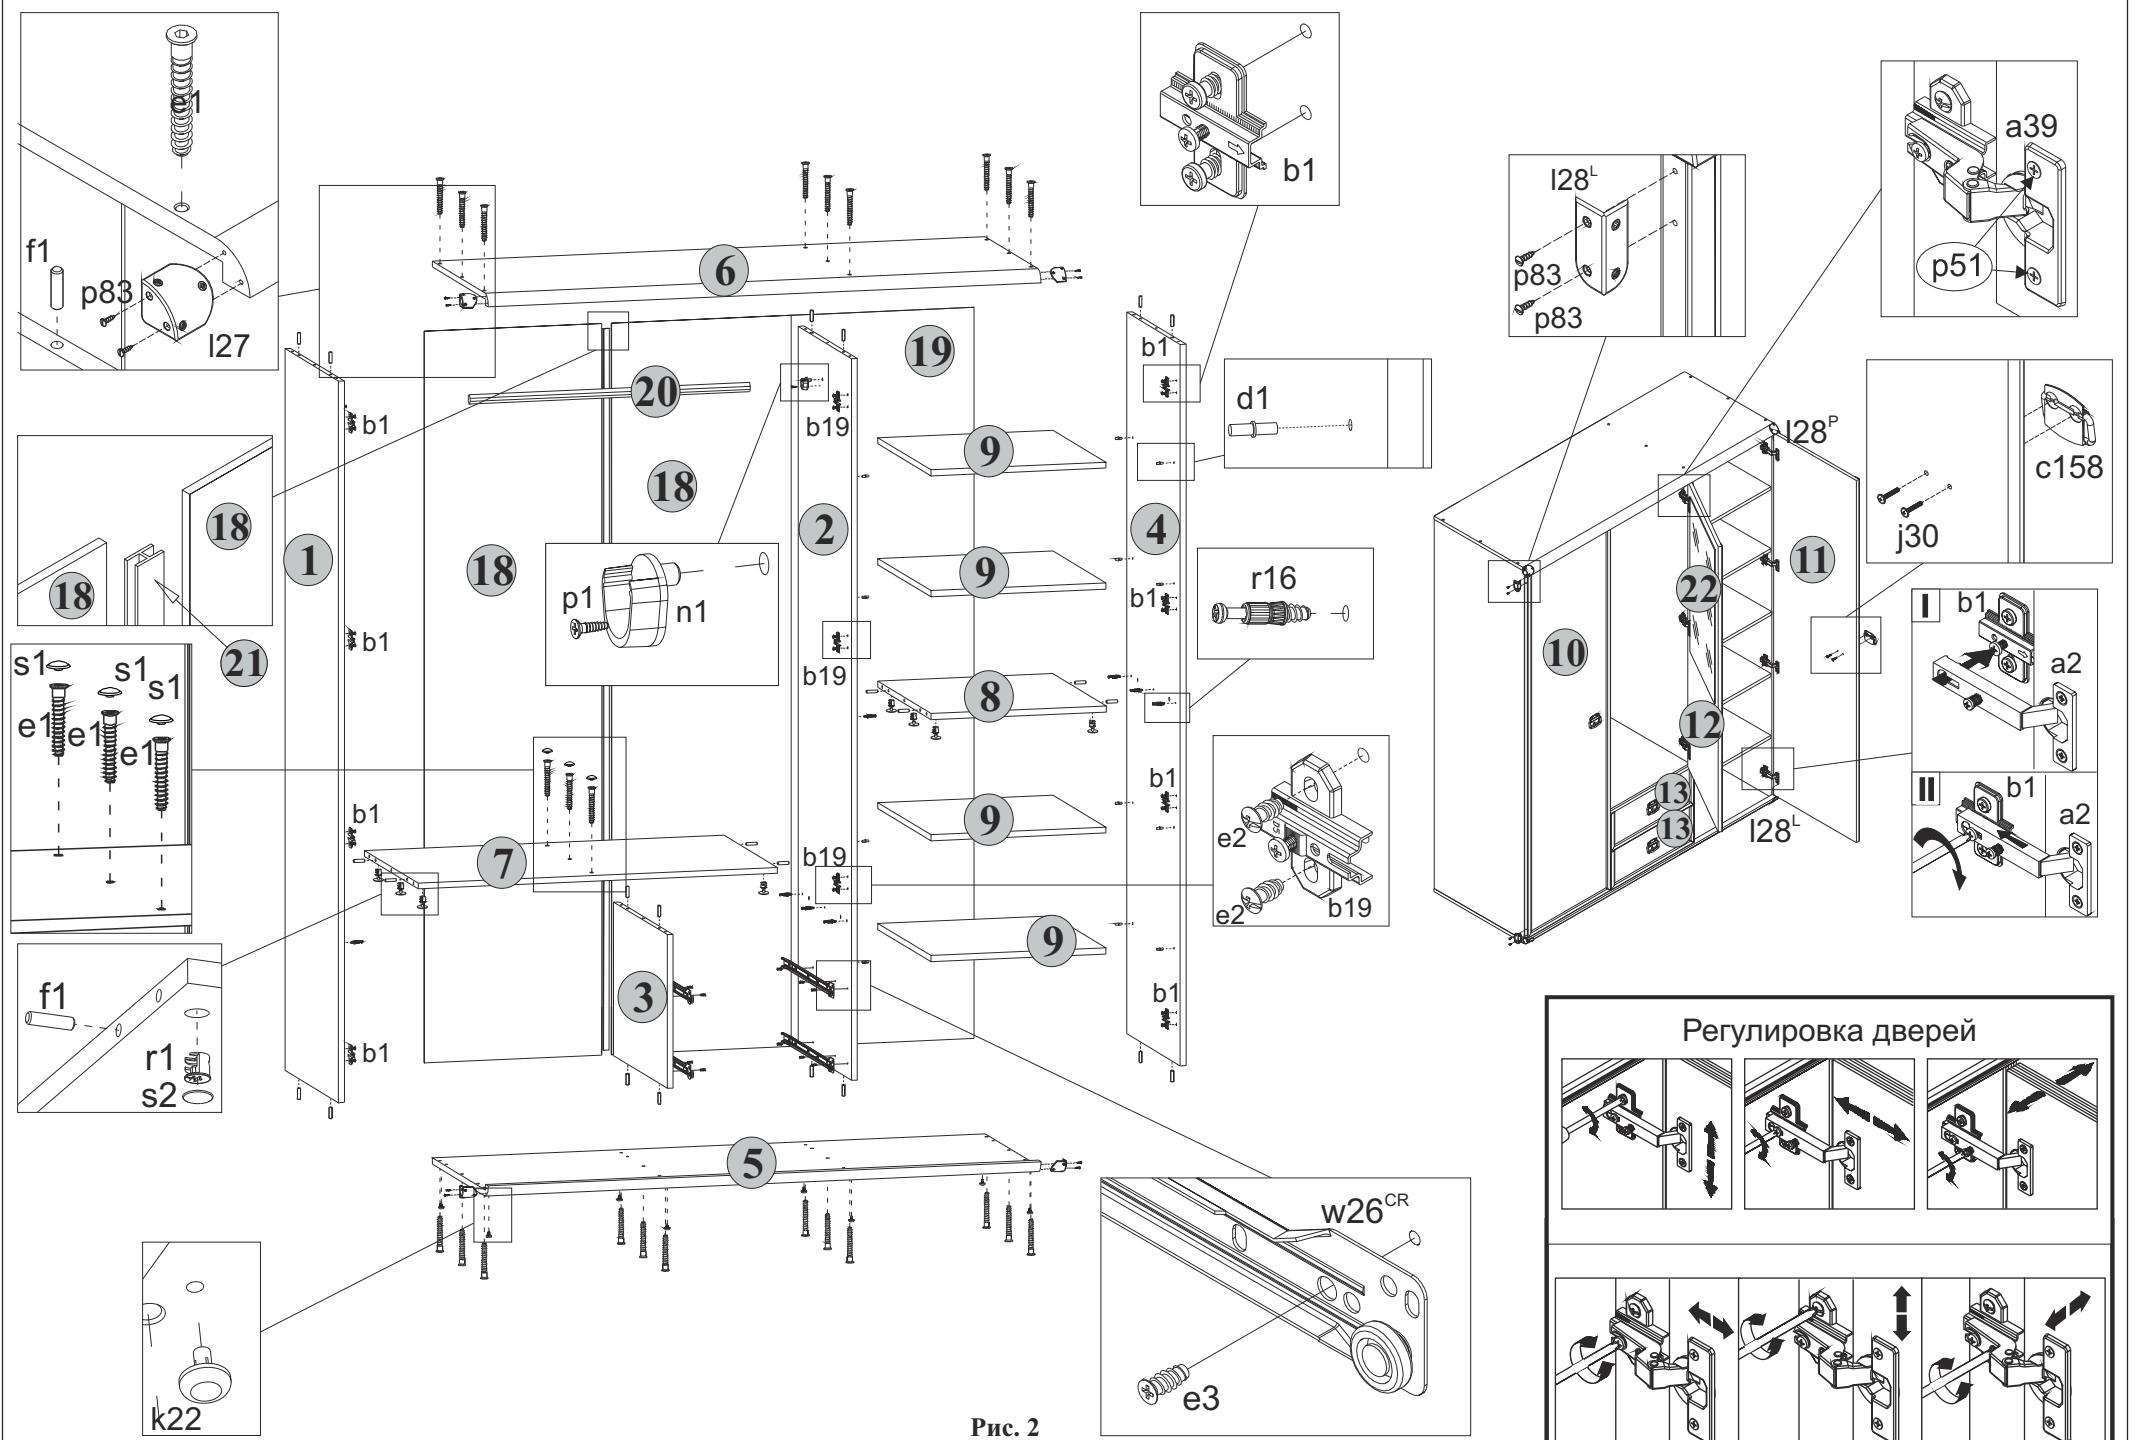

Рис. 2
5.11 В отверстия диаметром **4,5 мм** на нижней поверхности щита нижнего **5** вставить опоры полимерные **k22** (подпятники) (см.рис. 2).
5.13 К полке соединительной **7** присоединить стенку среднюю **3** и стянуть конформатами **e1**, пользуясь специальным ключом **z1** из комплекта фурнитуры. Головки конформатов **e1** закрыть заглушками **s1** (см.рис. 2).
5.16 К детали **1, 2, 3** и **4** присоединить щит нижний **5** и стянуть конформатами **e1**, пользуясь специальным ключом **z1** из комплекта фурнитуры (см.рис. 2).
5.17 К деталям **1, 2** и **4** присоединить щит верхний **6** и стянуть конформатами **e1**, пользуясь специальным ключом **z1** из комплекта фурнитуры (см.рис. 2).
5.31 Положить двери **10** и **11** фасадной поверхностью вниз на ровную поверхность. Закрепить на дверях петли шарирные **a2**, пользуясь крестообразной отверткой (см.рис.2).
5.32 Положить дверь **12** фасадной поверхностью вниз на ровную поверхность. Закрепить на двери шурупами **p51** петли шарирные **a39**, пользуясь крестообразной отверткой (см.рис.2).
- 5.2 В отверстия диаметром **8 мм** на верхних и нижних кромках стенок боковых **1** и **4**, на верхних и нижних кромках стенок средних **3** и **4**, а также на боковых кромках полок соединительных **7** и **8** вбить деревянные шканты **П** (см.рис. 2).
- 5.6 В отверстия диаметром **5 мм** над направляющими роликовыми **w26^{CL}** и **w26^{CR}** на левой поверхности стенки средней **2** и на правой поверхности стенки боковой **1** вкрутить винты стяжки **r16**, пользуясь крестообразной отверткой (см.рис. 2).
- 5.7 В отверстия диаметром **5 мм** в центральной части на левой поверхности стенки боковой **4** и на правой поверхности стенки средней **2** вкрутить винты стяжки **r16**, пользуясь крестообразной отверткой (см.рис. 2).
- 5.10 На нижних поверхностях полок соединительных **7** и **8** в отверстия диаметром **15 мм** вставить стяжки эксцентриковые **r1** (см.рис. 2).